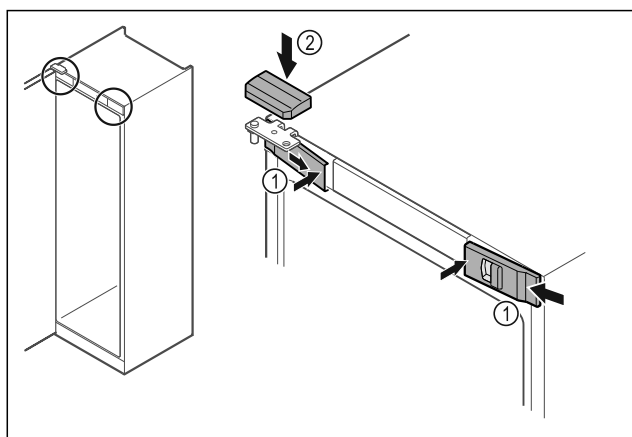

Fig. 50
- ▶ Skyv de fremre dekslene Fig. 50 (1) inn på siden, og smekk dem på plass på innsiden.
- ▶ Smekk det øvre dekselet Fig. 50 (2) på plass ovenfra.